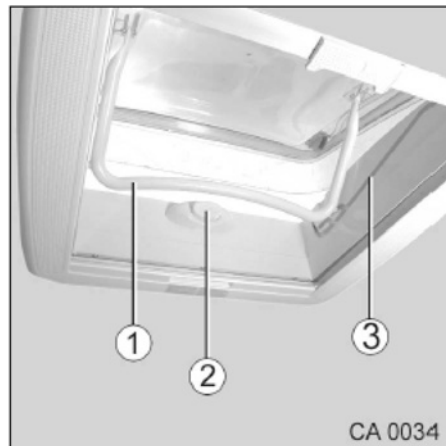

Fig. 76 Lanterneau
1. Appuyer sur le bouton-poussoir (Fig. 76/2) et tirer simultanément l'étrier (Fig. 76/1) vers le bas dans la rainure de guidage (Fig. 76/3) en passant devant le bouton-poussoir (Fig. 76/2).
2. Ouvrir le lanterneau. Pour ce faire, pousser l'étrier (Fig. 76/1) vers le haut dans l'un des trois blocages d'ouverture.
1. Fermer le lanterneau. Pour cela, tirer l'étrier (Fig. 76/1) vers le bas.
2. Bloquer l'étrier (Fig. 76/1) avec le bouton-poussoir (Fig. 76/2).